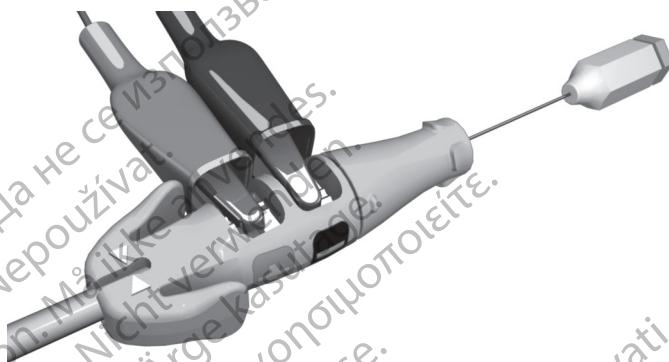

Figura 9. Pinzas del PSA conectadas a la herramienta de conexión
- Coloque las pinzas de cocodrilo del cable del PSA en el contacto tipo muelle del cátodo (-) y el contacto tipo muelle del ánodo (+) de la herramienta de conexión. El uso de la herramienta de conexión impedirá que las pinzas de cocodrilo dañen el extremo terminal del conector y evitará el puenteo entre los contactos del terminal. Pince bien las pinzas de cocodrilo en los contactos tipo muelle del cátodo y del ánodo para evitar mediciones basales imprecisas (Figura 9 Pinzas del PSA conectadas a la herramienta de conexión en la página 24).